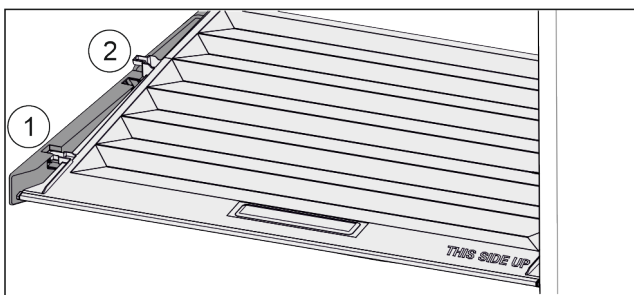

Fig. 103
- Tirer le couvercle vers l'avant jusqu'à dans l'orifice des pièces de retenue Fig. 103 (1).
- Le soulever par le bas à l'arrière et le sortir par le haut Fig. 103 (2).